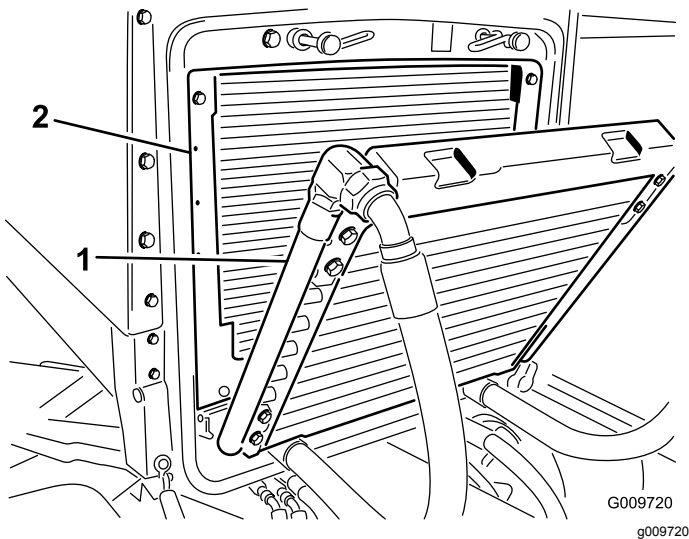

Figure 57
4. Nettoyez soigneusement à l'air comprimé la surface autour du refroidisseur et du radiateur des deux côtés (Figure 57).